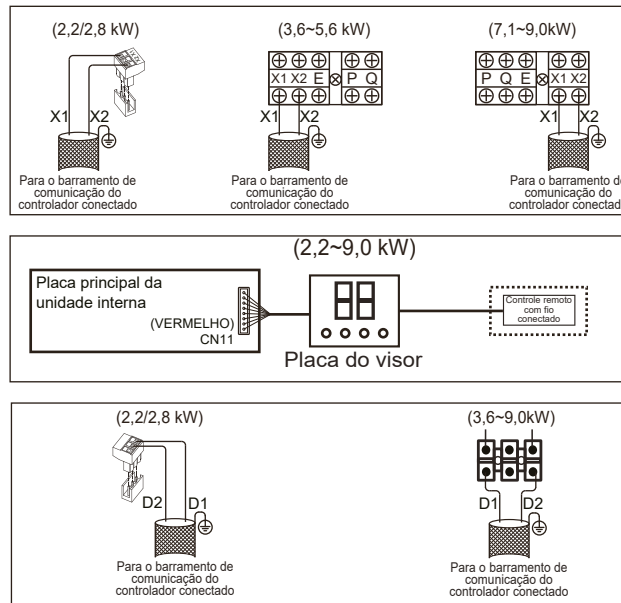

Figura 26
- As portas X1, X2, D1, D2 nas laterais da placa de controle principal e a porta de comunicação unidirecional (lado da placa do visor) são para diferentes tipos de controladores conectados (consulte as Figura 26).